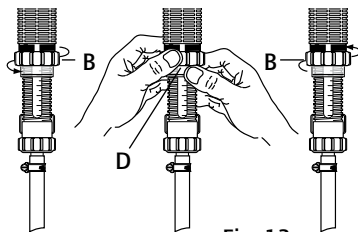

Fig. 13
- Desserrer l'écrou de blocage (Fig. 13-B).
- Le maintenir tout en vissant ou devissant la bague transparente (Fig. 13-D).
- Resserrer l'écrou de blocage (Fig. 13-B).